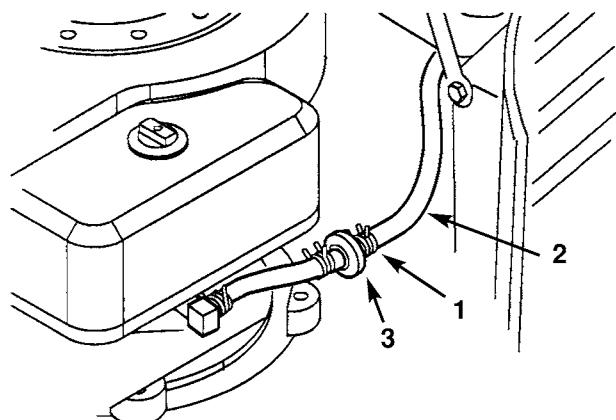

Bild 25
- Die Enden der Schlauchklemme zusammendrücken und auf die Kraftstoffleitung in Richtung Kraftstofftank aufziehen (Bild 25).
- Die Kraftstoffleitung vom Filter abziehen (Bild 25) und das Benzin in einen Benzinkanister oder eine Auffangwanne ablaufen lassen.
Der Kraftstofffilter (Bild 25) läßt sich am besten bei leerem Tank auswechseln. Nie verschmutzte Kraftstofffilter nach Entfernung von der Leitung montieren.
- Die Enden der Schlauchschellen zusammendrücken und vom Filter abschieben (Bild 25).